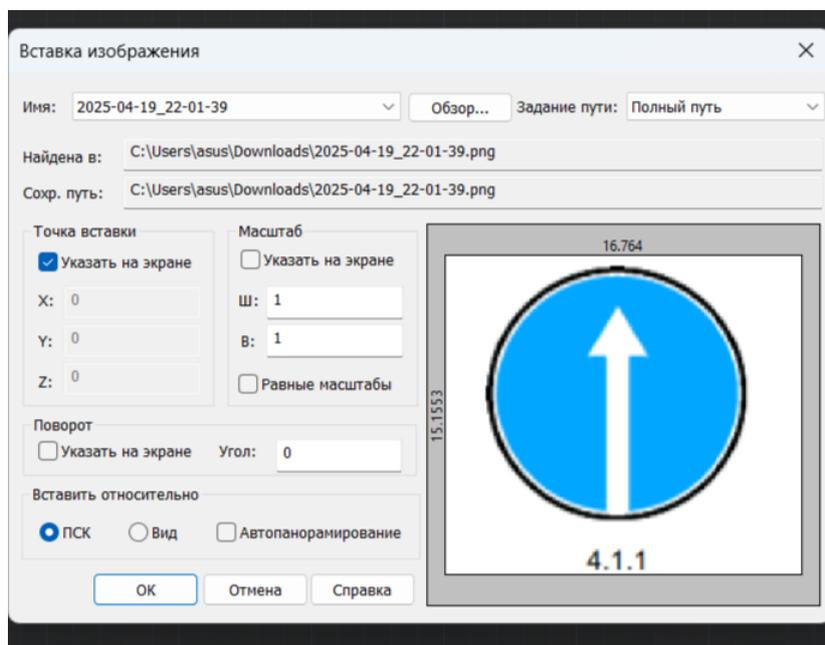

Рис. 3.50
2. В окошке «Вставка изображения» (рис. 3.50) оставляем масштаб 1:1 и нажимаем ОК.